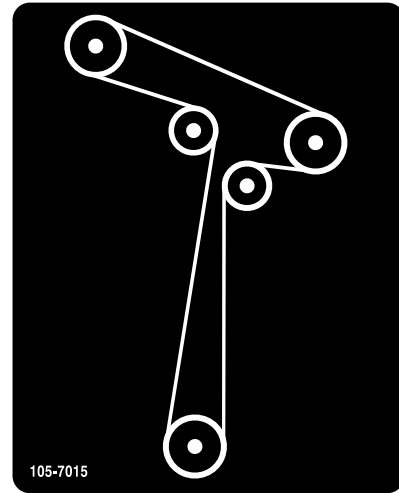

Figura 3
1. Instale la correa del cortacésped (Figura 3), si se retiró. Consulte la sección Cómo cambiar la correa del cortacésped en el *Manual del operador*.